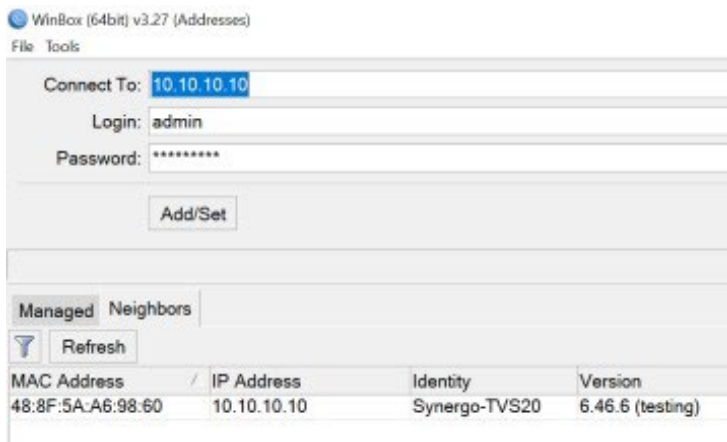

Рисунок 7 – Подключение к МСВК через «WinBox»
- 4) Запустить ПО «WinBox» (Рисунок 7) на ПК и указать в адресной строке следующий IP-адрес: 10.10.10.10;